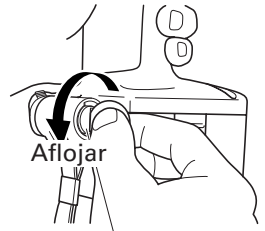

Fig. 6
- (a) Sujete firmemente la unidad principal y saque el tornillo usando un destornillador de cabeza ranurada o una moneda. (Fig.6)
- (c) Instale el gancho y el resorte en el otro lateral y asegure firmemente con el tornillo. (Fig.6)